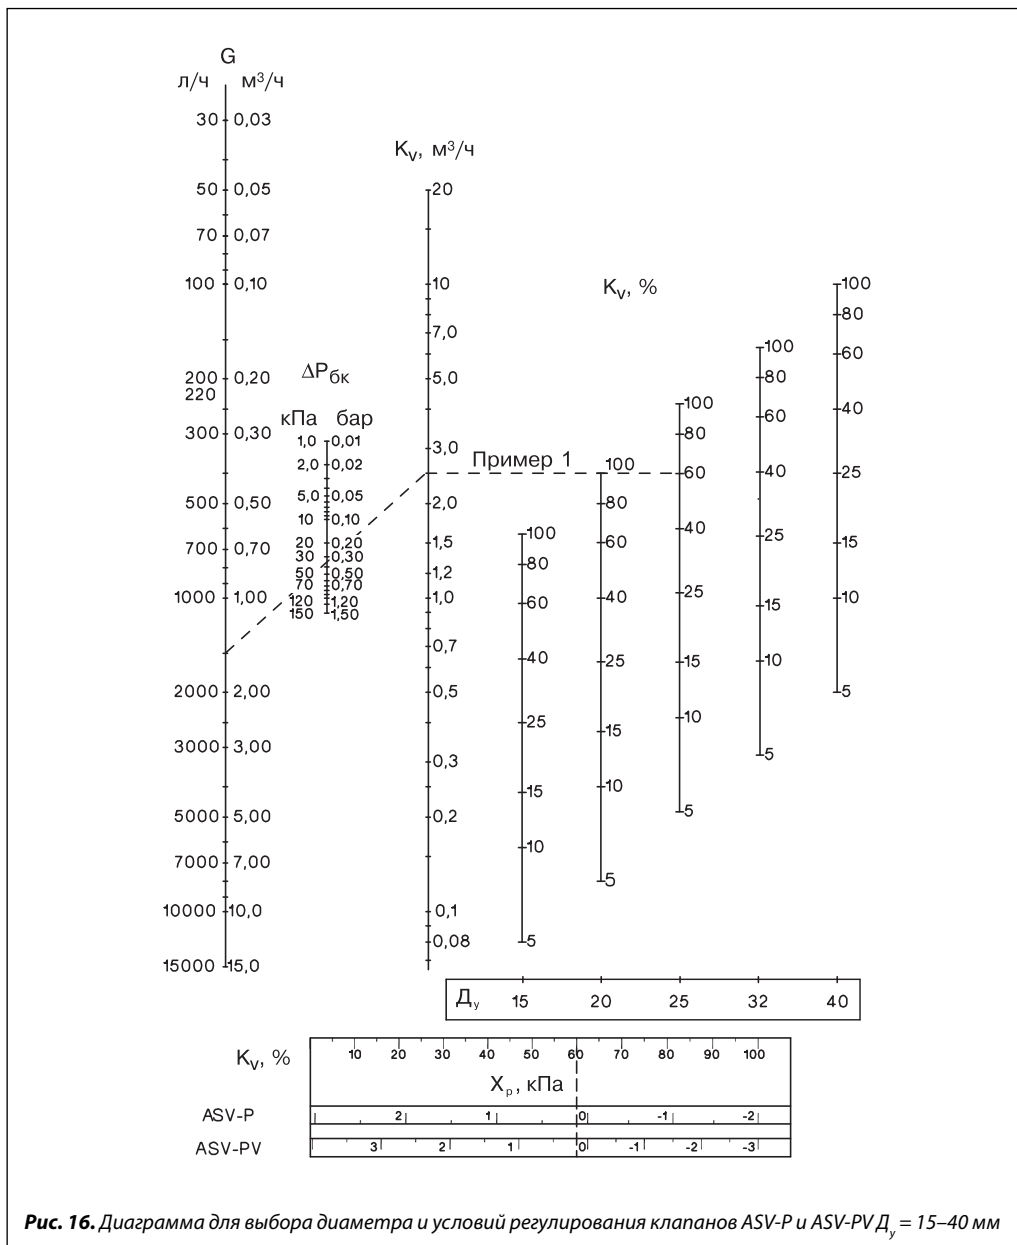

Рис. 16. Диаграмма для выбора диаметра и условий регулирования клапанов ASV-P и ASV-PV D_y = 15–40 мм
6. Условия работы клапана определяются на диаграмме на рис. 16 (стр. 19). Для этого точка $1,5 \text{ м}^3/\text{ч}$ на шкале расхода G соединяется линией с точкой 0,36 бар на шкале потерь давления в балансировочном клапане $\Delta P_{\text{бк}}$. Затем линия продлевается до шкалы K_v , где читается требуемая пропускная способность клапана ASV-PV, равная $2,5 \text{ м}^3/\text{ч}$. Далее от этого значения K_v проводится горизонтальная линия до пересечения с вертикальной шкалой значений K_v в % для клапана принятого диаметра $D_y = 25 \text{ мм}$, где степень его открытия составляет 60%. На шкале внизу диаграммы напротив величины K_v в % можно найти величину зоны пропорциональности $X_p = 0,2 \text{ кПа}$ (0,002 бар) для выбранного клапана при заданных условиях работы.